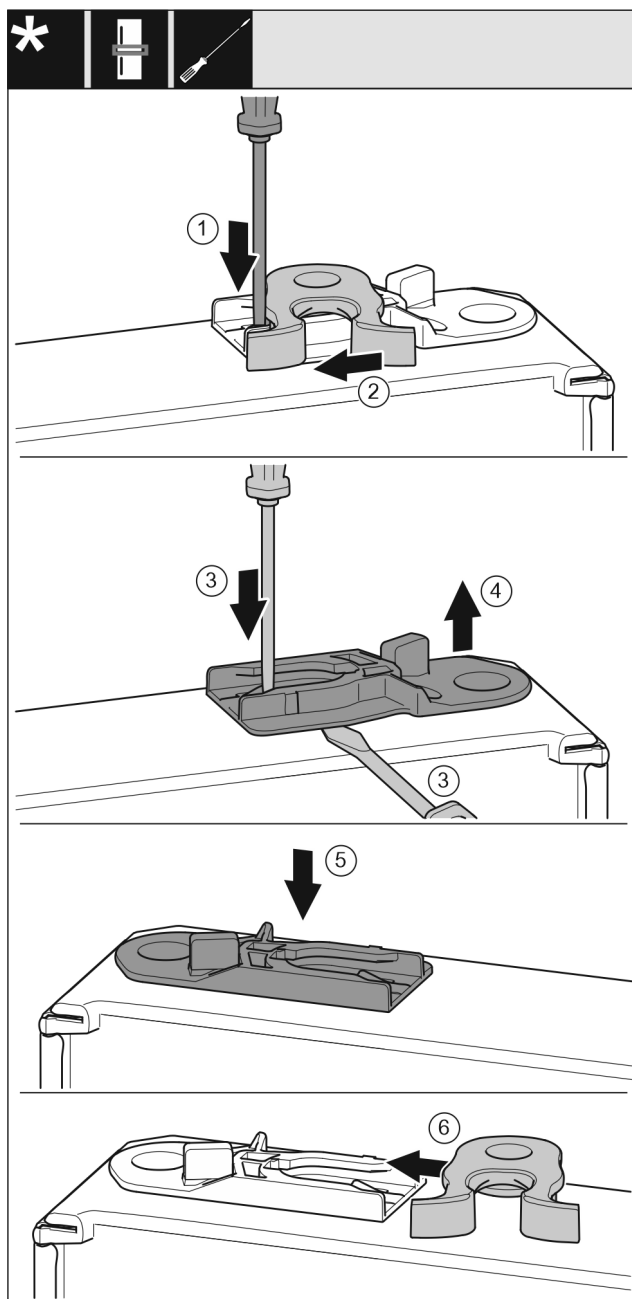

Fig. 20
- За допомогою шліцевої викрутки притисніть накладку Fig. 20 (1) униз.
- Витягніть із напрямної запірний гачок Fig. 20 (2).
- Витягніть направляюче гніздо Fig. 20 (3, 4): Натисніть шліцевою викруткою накладку і одночасно підведіть її під направляюче гніздо.
- Направляюче гніздо Fig. 20 (5), що входить до складу поставки, вставити з іншого боку корпусу.
- Вставте запірний гачок Fig. 20 (6) в направляючу.